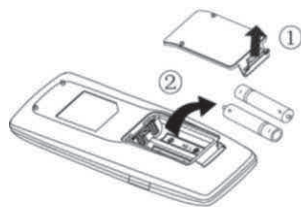

Fig. 1
- (1) Sollevare il coperchio nella direzione della freccia (come illustrato in Fig. 1 1○).
- (2) Estrarre le batterie originali (come illustrato in Fig. 1 2○).